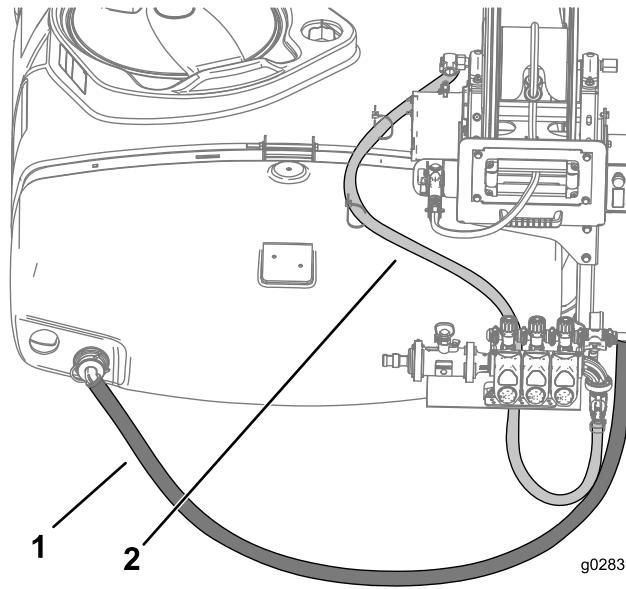

Рисунок 14
13. Проложите шланг подачи на шланговый барабан, как показано на Рисунок 14, и подсоедините его к шланговому барабану с помощью шлангового хомута.